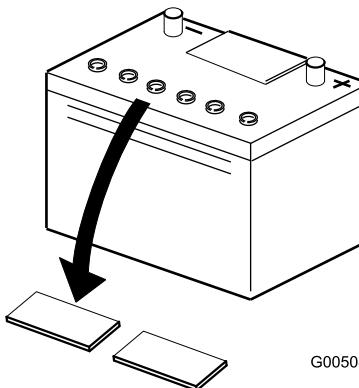

Figura 4
- Pulite la parte superiore della batteria e togliete i tappi di sfato (Figura 4).